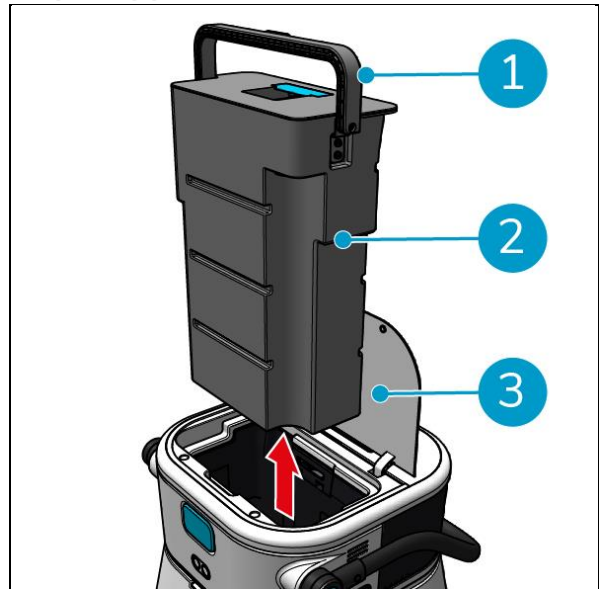

Figura 30
1. Aprire delicatamente il coperchio del vano del serbatoio di recupero (Figura 30, pos. 3) sulla parte superiore del cobotic™ 45.
2. Ribaltare la maniglia del serbatoio di recupero (Figura 30, pos. 1) in posizione verticale e rimuovere il serbatoio di recupero.
15. Riposizionare il serbatoio di recupero nella direzione opposta a quella della freccia, vedi Figura 30.